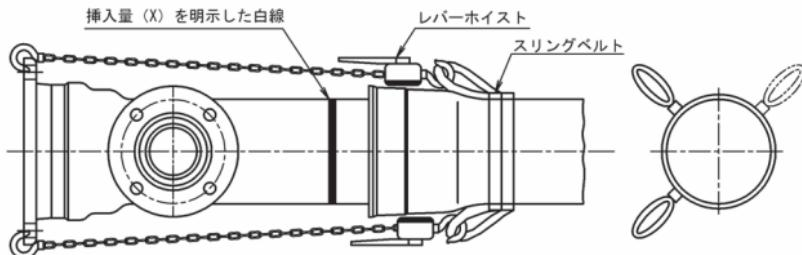
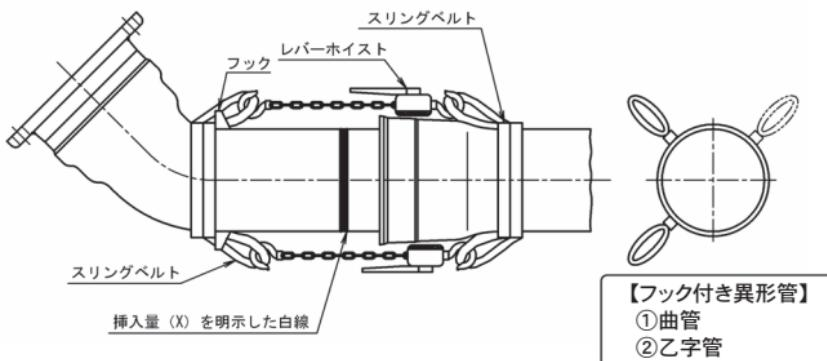

図44 異形管挿し口の接合方法①
図45 異形管挿し口の接合方法②
- 7) 異形管挿し口を接合する場合は、2本のレバーホイストを使用して受口に引き込む。図44に示すようにレバーホイストのフックを異形管受口に引っ掛けるか、もしくは図45に示すように挿し口のフックを利用してスリングベルトに引っかけて異形管挿し口を受口に引き込む。異形管挿し口を挿入する場合も挿入量(X)を挿し口に明示した白線までとなる。